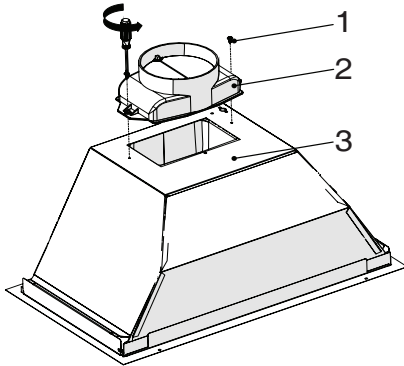

Fig. 8
- Encaixe a chaminé de plástico contida na embalagem ao corpo do aparelho utilizando 2 parafusos 3,5 X 9,5. (Fig. 8) Não fricção contra a superfície. Fig. 8